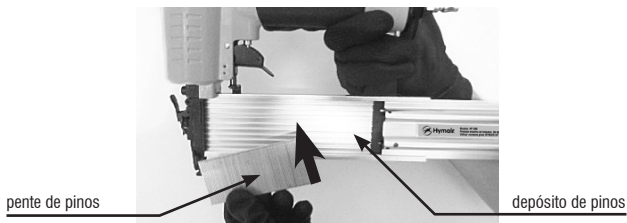

Fig. 4 – Inserindo pinos
- 6 - Abasteça o depósito com um pente de pinos e certifique-se que os pinos estejam na posição correta, Fig. 4;